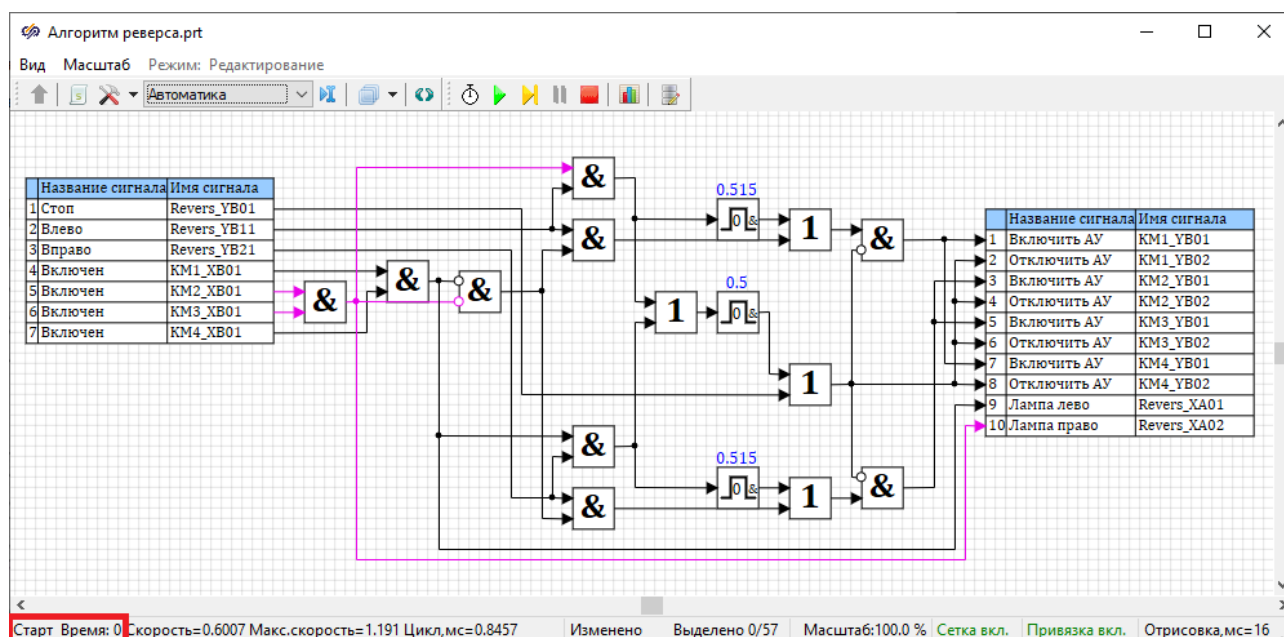

Рисунок 5.8.1. Окно **«Параметры проекта»** – вкладка **«Синхронизация»** – активация пункта **«Синхронизировать с реальным временем»**.
- 2) Если все прошло без ошибок, то в нижней части окна проекта в строке отображения расчетной информации появится сообщение о готовности проекта к старту: **Старт Время 0** (Рисунок 5.8.1).